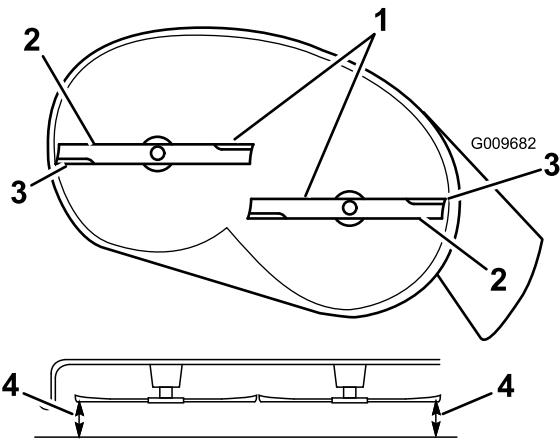
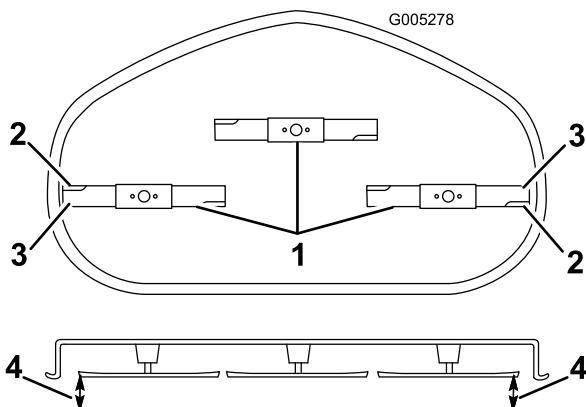

Bild 64
Bild 65
4. Drehen Sie die Messer vorsichtig, sodass sie alle seitlich gestellt sind (Bild 64 und Bild 65).
5. Messen Sie den Abstand zwischen den äußeren Schnittkanten und der ebenen Oberfläche (Bild 64 und Bild 65).